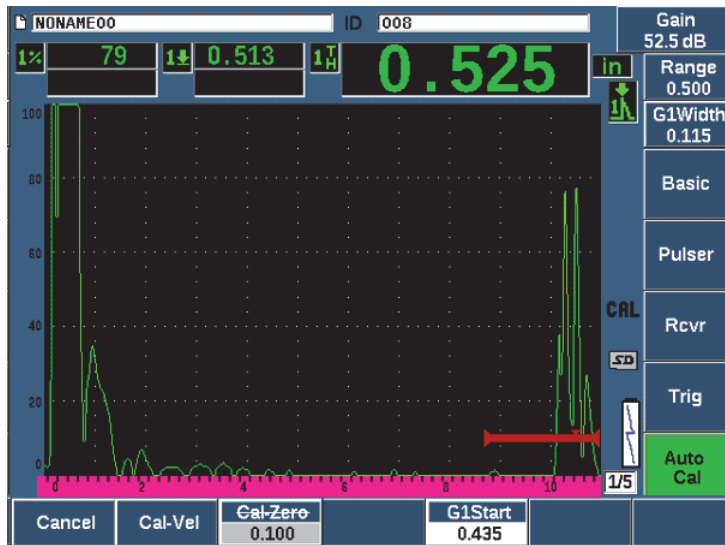

Figure 9-8 Signal placé dans la porte pour l'étalonnage de la vitesse
11. Entrez l'épaisseur connue de l'indication dans la porte (3 mm ou 0,100 po dans cet exemple), et puis sélectionnez **Continue** (Continuer) [touche P3] pour passer à la deuxième étape d'étalonnage (voir la Figure 9-8 à la page 170). L'épaisseur utilisée à cette étape de l'étalonnage est stockée comme référence dans la boîte de paramètres **Cal-Zero** (ÉtalZéro).